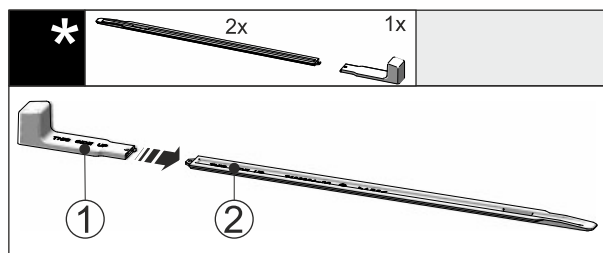

Fig. 48
- Montažni ročaj Fig. 48 (1) vstavite v izravnalno vodilo Fig. 48 (2).